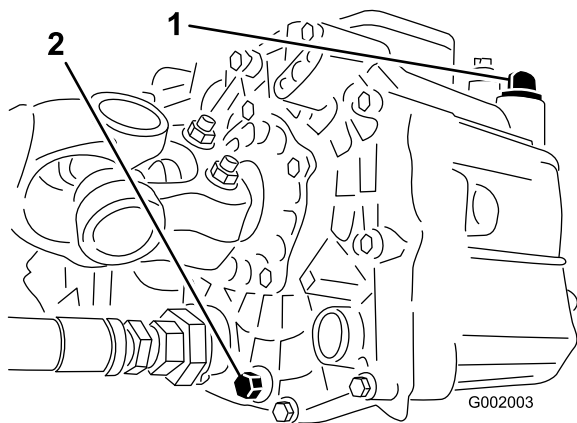

Figura 52
3. Retire o bujão de escoamento da parte lateral do reservatório e deixe o fluido hidráulico escorrer para o recipiente (Figura 52).